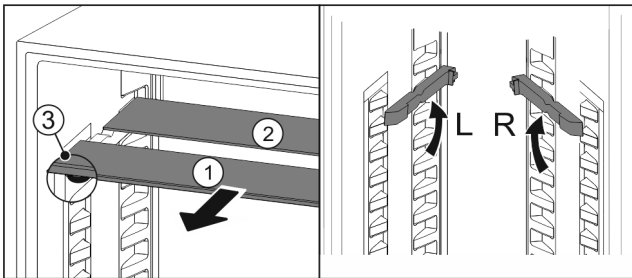

Fig. 114
- ▶ Glasplatten einzeln nach vorne herausziehen Fig. 114 (1).
- ▶ Glasplatte Fig. 114 (1) mit Zierleiste liegt vorne.
- ▶ Stopps Fig. 114 (3) zeigen nach unten.